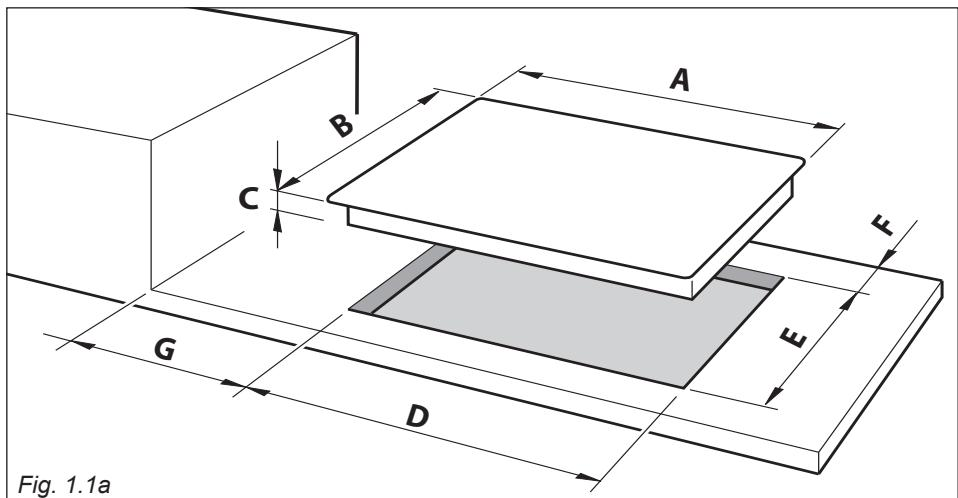

Fig. 1.1a
Pour encastrer la table de cuisson dans le meuble, il faut pratiquer une découpe aux dimensions indiquées sur la fig. 1.1a, sans oublier que:
- Toute paroi, se trouvant à côté de la table de cuisson, doit être à une distance minimale de 200 mm (entre le côté de la découpe et la paroi - figs. 1.1a, 1.1b).
- La paroi à l'arrière de la table de cuisson doit se trouver à une distance minimale de 60 mm (de côté arrière de la découpe - fig. 1.1a).
- Découper le meuble en respectant les mesures indiquées dans la fig. 1.1a.